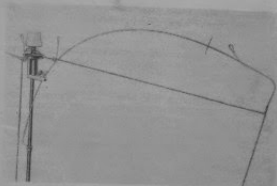

Рис. 19
- Начало нити кладут с правой стороны на левую натяжной пружины. Держа нить растянутой над пружиной, ее подводят вперед к петлевому ушку, в которое нить сама заходит (рис. 19).
- левой рукой натягивают нить между гильзой крестовой намотки и нитенатяжным приспособлением до такой степени, чтобы нитенатяжная пружина стояла в горизонтальном положении (рис. 19).